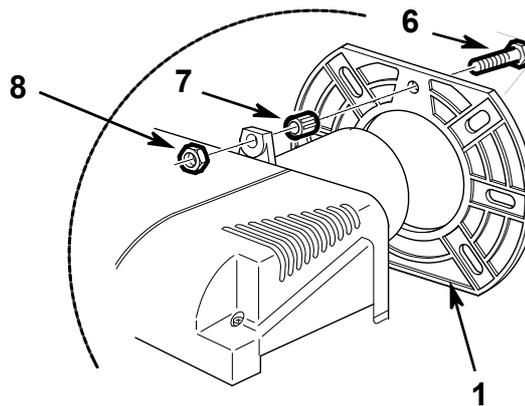

Fig. 7
- Fissare il perno 6) e il dado 7) sulla flangia 1) come indicato in Fig. 7.